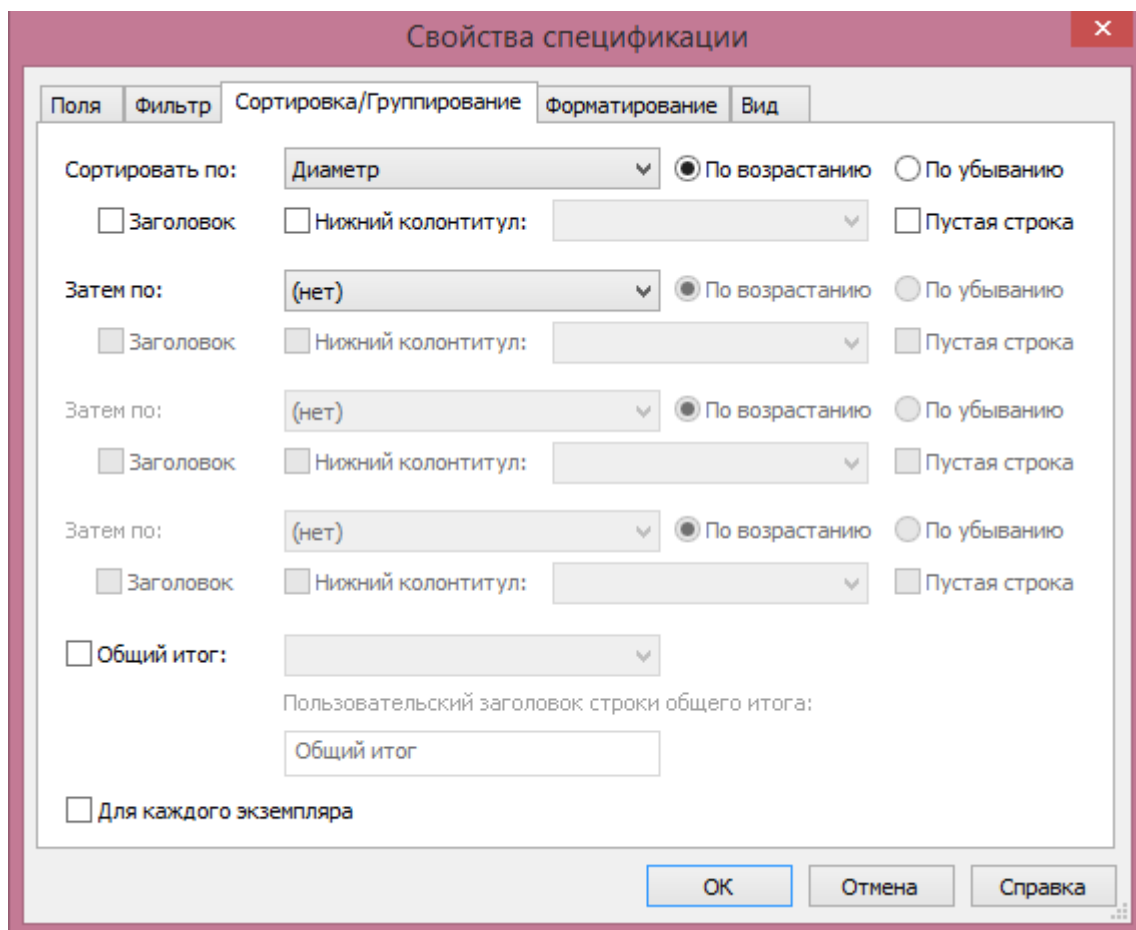

Рисунок 5.26. Диалог настройки свойств спецификации
5. Выбрать раздел «Сортировка/Группирование»-> «Изменить». В появившемся окне выбрать сортировку по «Диаметру», «По возрастанию» и убрать галочку «Для каждого экземпляра» (рисунок 5.26).